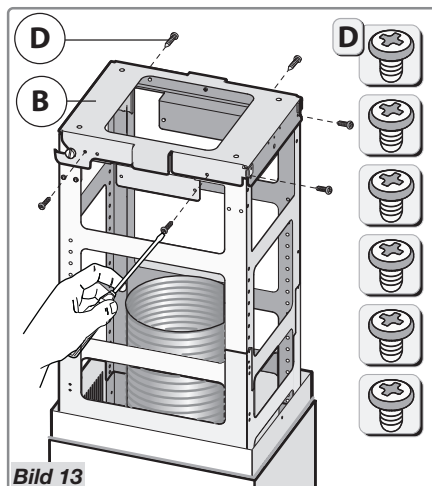

Bild 13
- **Observera!** Fäst fläkten direkt på konsolen **B** med de 6 skruvarna **D** (Bild 13).